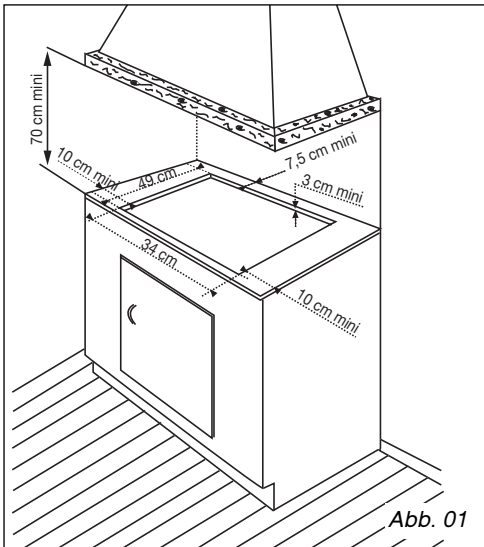

Abb. 01
– Wenn Sie wollen, können Sie Ihr Kochfeld mit den mitgelieferten Befestigungslaschen mit den dazugehörigen vier Schrauben an den Ecken des Gehäuses befestigen (Abb. 02). **Unbedingt die dafür vorgesehenen Bohrungen gemäß obenstehender Abbildung verwenden (Abb. 01).**